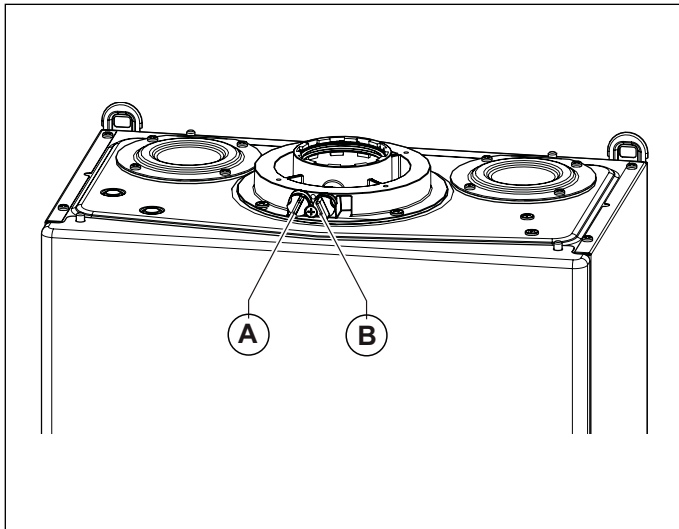
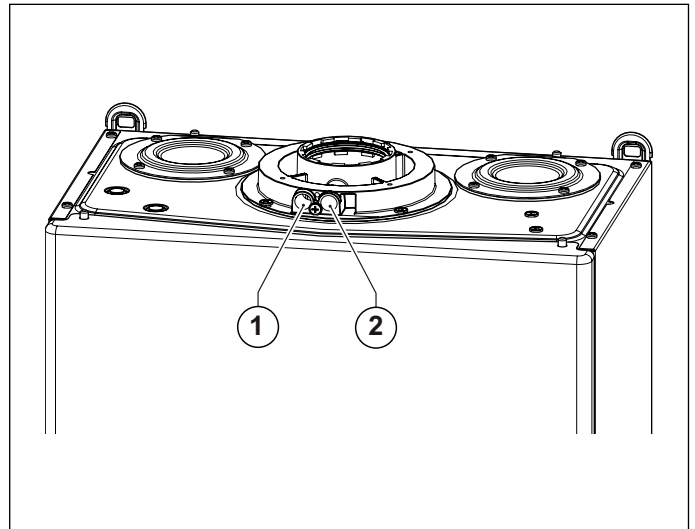

Fig. 18 Posición tapones
Fig. 19 Posición orificios
La caldera cuenta con una torre para la conexión de la tubería de aspiración del aire/evacuación de humos (ver Fig. 18 Posición tapones y Fig. 19 Posición orificios).
En la torre han sido preparados orificios para el acceso directo del aire de combustión y a la evacuación de los humos (ver Fig. 19 Posición orificios).
Antes de efectuar las mediciones quitar los tapones **A** y **B** de los orificios preparados sobre la torre (ver Fig. 18 Posición tapones).
- medida del aire comburente tomada en el agujero específico **1** (ver Fig. 19 Posición orificios).
- medición de la temperatura de los humos y del CO₂ tomada en el orificio **2** (ver Fig. 19 Posición orificios).